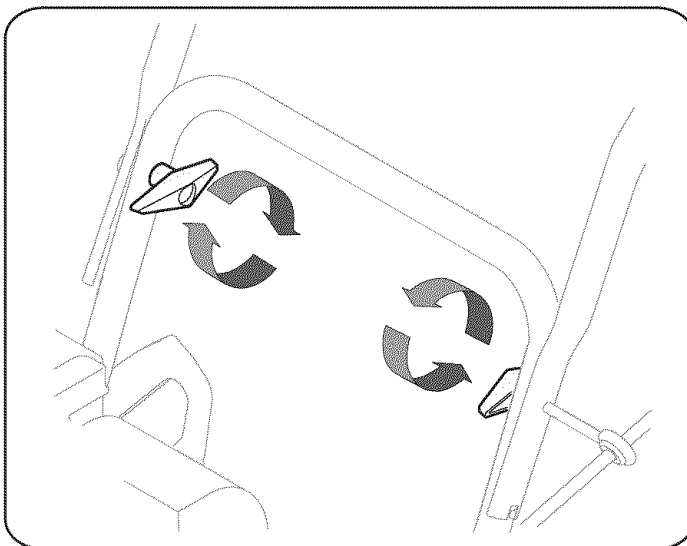

Figura 2
3. Asegure la manija ajustando la perilla a mariposa de plástico situada en los lados izquierdo y derecho de dicha manija. Vea la figura 2. Retire y descarte todos las bandas de plástico, si Las hubiera. Únicamente se utilizan para el empaque.